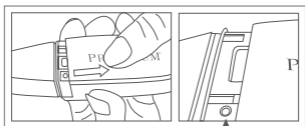

Abb. 4
4. Entfernen Sie die Batteriefachabdeckung, um die Taste zur Aktivierung des Kalibriervorgangs freizulegen, die sich in einer Öffnung am unteren linken Rand befindetet, wie in Abb. 4 gezeigt.